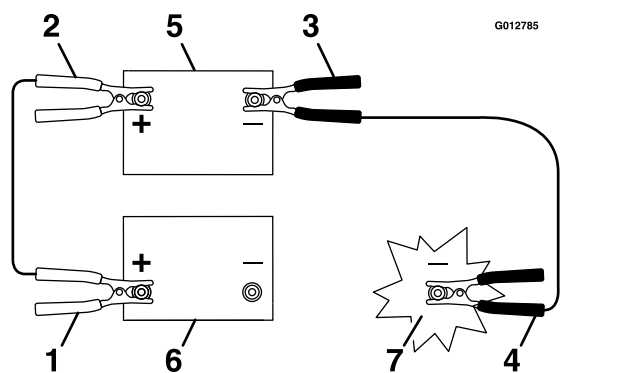

Figure 42
- Reliez le câble de démarrage positif rouge (+) à la borne positive de la batterie à plat, comme montré à la Figure 42.
- Reliez l'autre extrémité du câble positif à la borne positive de la batterie de secours (Figure 42).
- Sur la machine dont la batterie est à plat, reliez l'autre extrémité du câble de démarrage négatif au bloc-moteur, à l'écart de la batterie et des courroies (Figure 42).
- Retirez le câble négatif du bloc-moteur (Figure 42).
- Retirez le câble négatif de la batterie déchargée (Figure 42).
- Retirez le câble positif de la batterie de secours (Figure 42)
- Retirez le câble positif de la batterie déchargée (Figure 42)